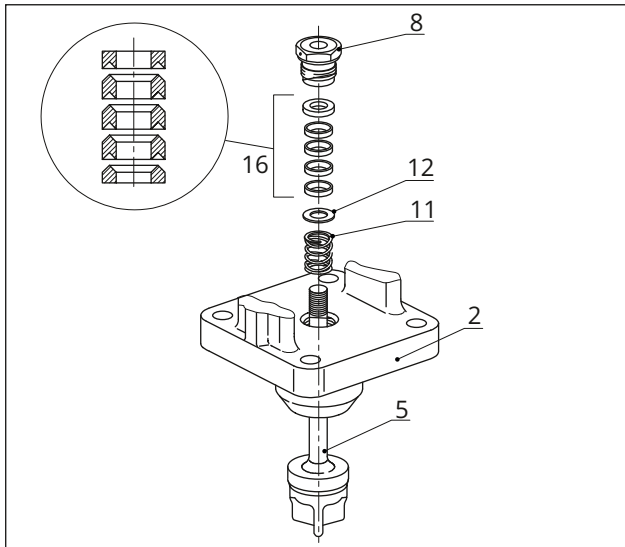
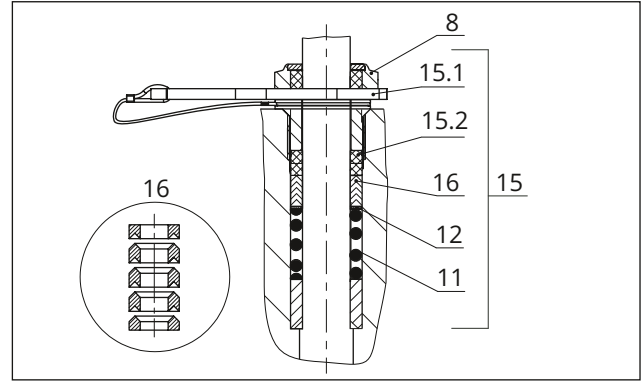

Fig. 30: Standart conta
Fig. 31: ADSEAL sızdırmazlık grubu
10. Laternayı (2) gövdenin üzerine yerleştirin.
11. Uygun bir alet yardımıyla sızdırmazlık parçaları-nı klap mili üzerinden dikkatlice salmastra yu-vasına yerleştirin. Doğru sırayı takip edin (bkz. Fig. 30).
12. Klapeyi (5) sıkıca sitin (4) içine bastırın. Laternayı (2) gövde somunlarıyla (14) sabitleyin. Somunları aşama aşama karşılıklı olarak sırayla sıkın. Sıkma torklarına dikkat edin.
13. Vidalı yüksük (8) parçasını yuvasına yerleştirip sıkın. Sıkma torklarına dikkat edin.
14. Kontra somunu (10) ve mil bağlantı somununu (9) klape mili üzerinde gevşek olarak sıkın.
- Yay (11)
- Şim (12)
- V-Paket conta grubu (16)
4. Kırmızı ara halkasını (15.1) vidalı yüksük (8) ile tutucu halka arasına sokun (bkz. Fig. 31).
9. Uygun bir alet yardımıyla sızdırmazlık parçalarını klape mili uzantısı üzerinden dikkatlice salmastra yuvasına yerleştirin. Doğru sırayı takip edin (bkz. Fig. 30).
10. Vana klapesini somun (33) ve cıvatalarla (32) birlikte sabitleyin. Sıkma torklarına dikkat edin.
11. Vidalı yüksük (8) parçasını yuvasına yerleştirip sıkın. Sıkma torklarına dikkat edin.
12. Kontra somunu (10) ve mil bağlantı somununu (9) klape mili üzerinde gevşek olarak sıkın.
13. Laternayı (2) gövdenin üzerine yerleştirin.
14. Uygun bir alet yardımıyla sızdırmazlık parçalarını klape mili üzerinden dikkatlice salmastra yuvasına yerleştirin. Doğru sırayı takip edin (bkz. Fig. 30 ve Fig. 31).
15. Klapeyi (5) sıkıca sitin (4) içine bastırın. Laternayı (2) gövde somunlarıyla (14) sabitleyin. Somunları aşama aşama karşılıklı olarak sırayla sıkın. Sıkma torklarına dikkat edin.
16. Vidalı yüksük (8) parçasını yuvasına yerleştirip sıkın. Sıkma torklarına dikkat edin.
17. Kontra somunu (10) ve mil bağlantı somununu (9) klape mili üzerinde gevşek olarak sıkın.